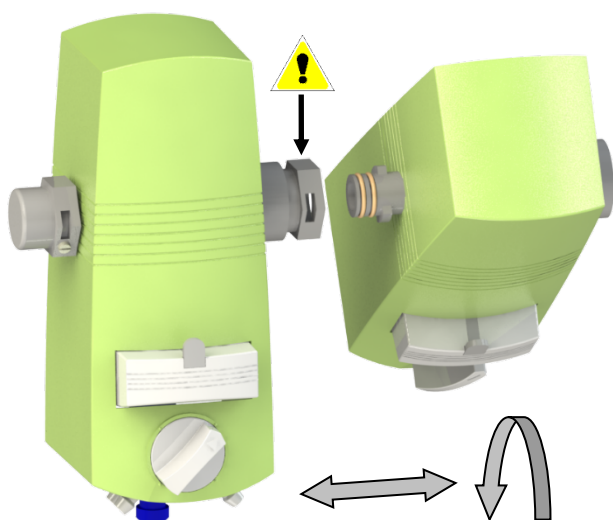

Fig. 7
5. Conecte o equipamento uns aos outros posicionando-os em 60° e pressionando até que ele pare (fig. 7). Finalmente, eles são girados um para o outro (fig. 8) e colocados nas montagens de parede.